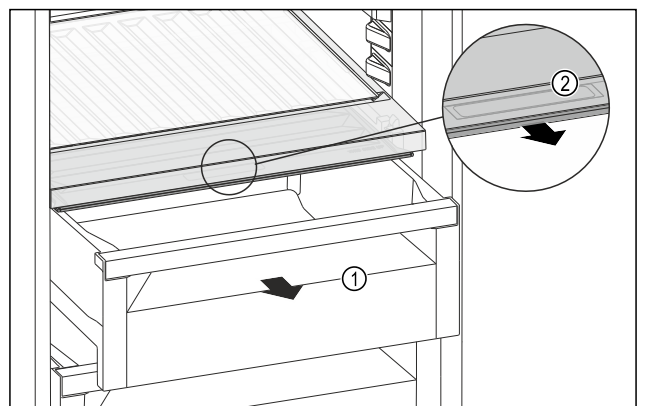

Fig. 170
- ▶ Húzza ki a fiókot Fig. 170 (1).
- ▶ Fogja meg a süllyesztett fogantyút Fig. 170 (2) a rekeszfedélen, és ezzel egy időben húzza előre felé a rekeszfedélet.